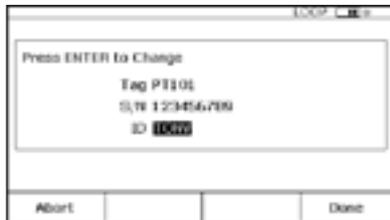

Figura 27.
- Pasará a la pantalla de introducción de etiquetas (Figura 27).